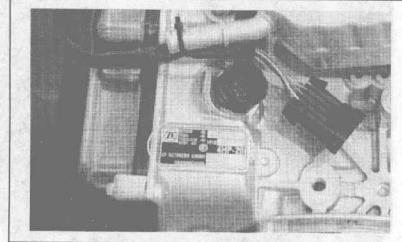

图1-13 ZF 4HP自动变速器型号标记
① 宝马 ZF 4HP22 EH。德国ZF公司生产，前进档个数为4。控制类型“H”代表液压控制，齿轮类型“P”代表行星齿轮，额定转矩 $22\text{N}\cdot\text{m}$ 。末尾的“EH”表示电液控制类型，如图1-13所示。
② 通用公司自动变速器型号。该公司自动变速器的型号主要有4T60E、4L60E等。第一位阿拉伯数字表示前进档的个数，“4”表示有4个前进档。第二位字母表示驱动方式，“T”表示自动变速器横置(Transverse)；“L”表示后置后驱动。第三、四位数字表示自动变速器的额定驱动转矩。第五位字母表示控制类型，“E”表示电子控制。
③ 丰田公司自动变速器型号。丰田自动变速器的型号分为两大类：一类为型号中除字母外有两位阿拉伯数字，另一类为型号中除字母外有3位阿拉伯数字。